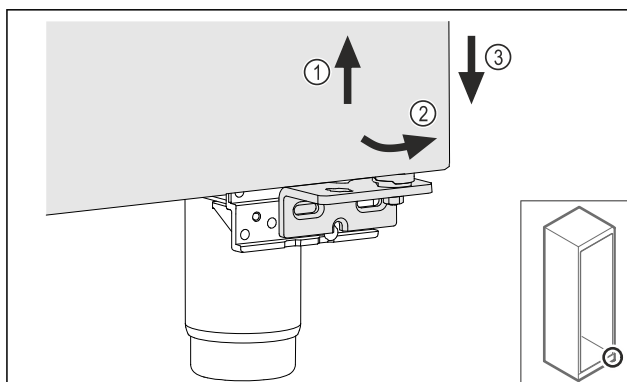

Fig. 24
- ▶ Lagano podignite vrata Fig. 24 (1), dolje ih nagnite prema naprijed Fig. 24 (2) i spustite Fig. 24 (3).